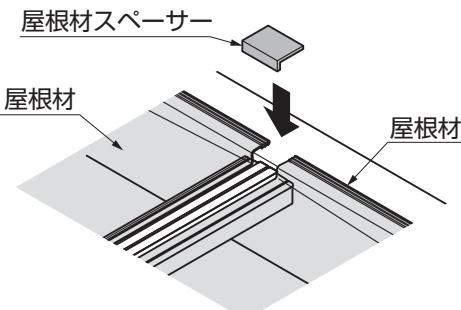

図9-12 A部詳細図
①屋根材スペーサーを屋根材間のすき間を埋めるようにフレーム、中間フレームに貼付けてください。(図9-12参照)